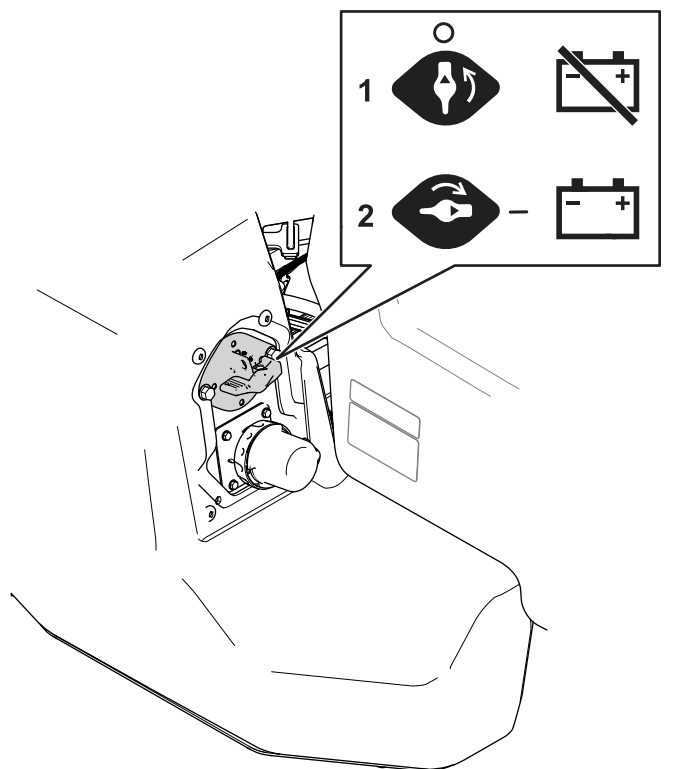

Figura 46
2. Deplasai comutatorul de deconectare a bateriei în poziția dorită, aa cum se arată în Figura 46.